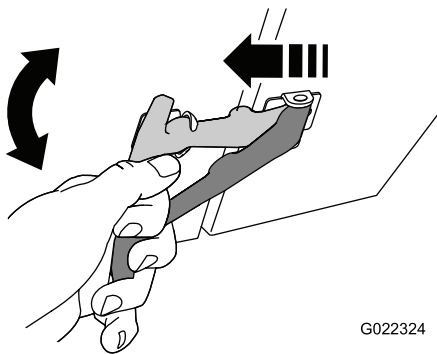

Figura 13
4. Cierre la cubierta del motor y los cierres de la cubierta (Figura 13).